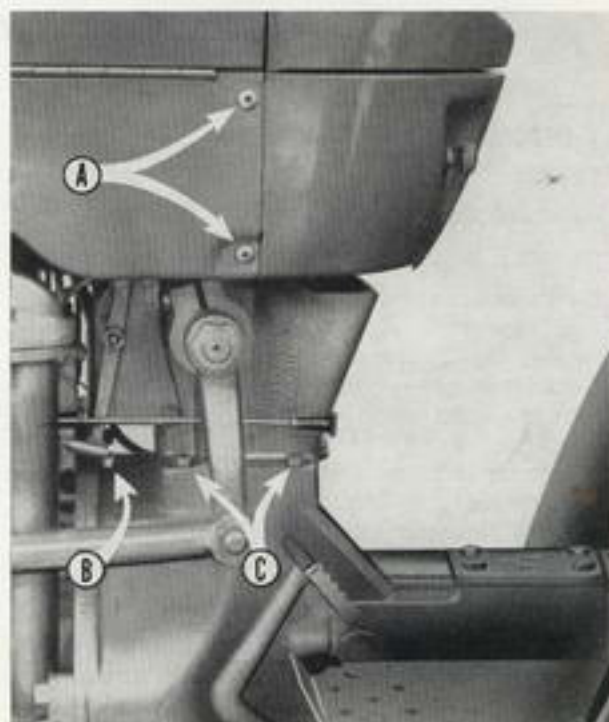

Fig. 4
- les vis du capot indiquées par les flèches A (fig. 4),
- les écrous du support de batterie (flèche B, fig. 4),
- les vis de fixation de l'ensemble boîtier de direction (flèches C fig. 4).